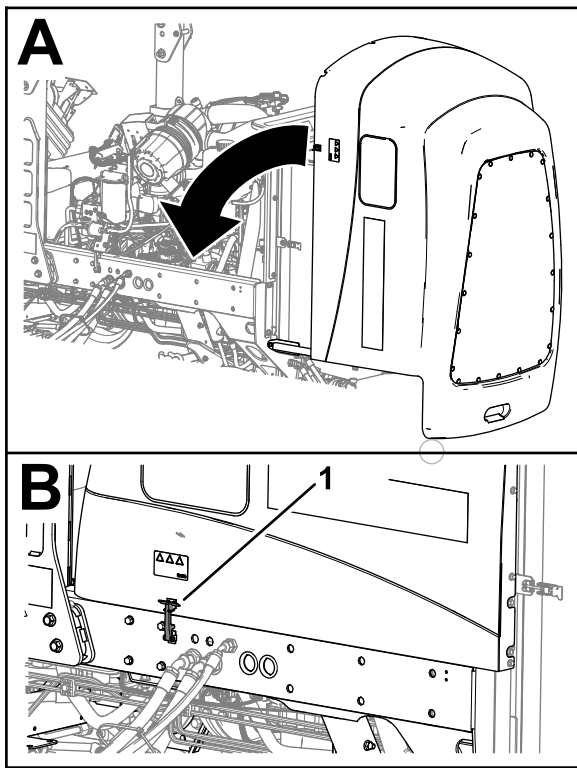

Рисунок 105
1. Осторожно поверните капот, чтобы закрыть его (Рисунок 105).